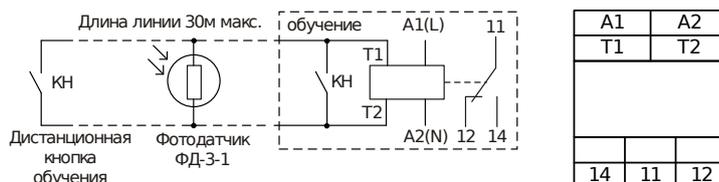

Рис. 2
**Внимание! Запрещается производить какие-либо работы с фотореле, находящимся под напряжением!** Фотодатчик и реле подключаются согласно схеме на рис. 2. Фотодатчик подключается к клеммам «Т1», «Т2». Напряжение питания подключается к клеммам «А1» и «А2».
**Внимание! Реле в исполнении на переменный ток питание должно подключаться с соблюдением условия - фазный провод обязательно подключается к клемме «А1»(L), а нулевой - к клемме «А2» (N). У исполнения на постоянный ток, положительный полюс всегда подключается на клемму «А1».**